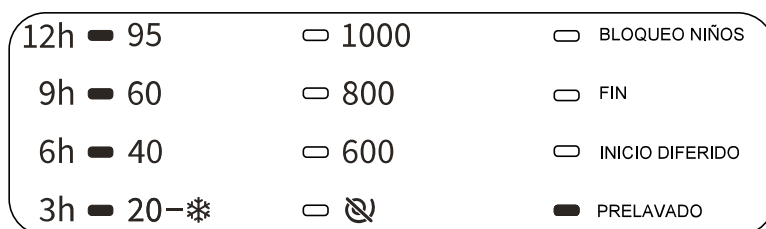

fig.8
- Fallo de entrada de agua **(F01):(fig.8)**